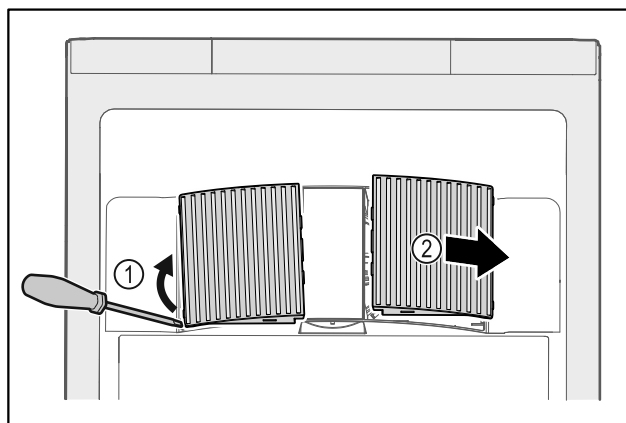

Fig. 140
- ▶ Кожух вентилятора обережно підважити зі сторони Fig. 140 (1) і витягнути рухом вперед Fig. 140 (2).